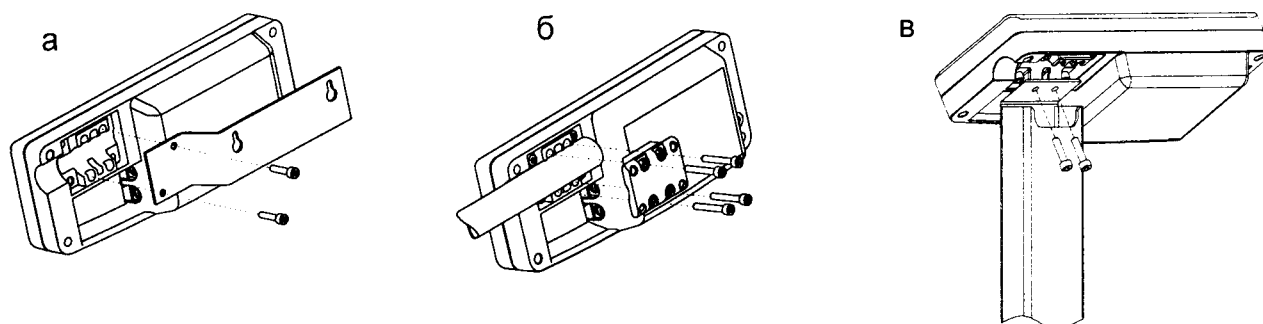

Рисунок 4 - Варианты крепления устройства индикации:
- подсоединить двумя винтами М5х20 кронштейн к устройству индикации (рисунок 4а);
- закрепить устройство индикации на стойке кронштейном, затянув четыре винта М5х30 с небольшим усилием (рисунок 4б). Излишек кабеля заправить в стойку со стороны устройства индикации;
- закрепить двумя винтами М5х20 устройство индикации на стойке (рисунок 4в). Излишек кабеля заправить в стойку.